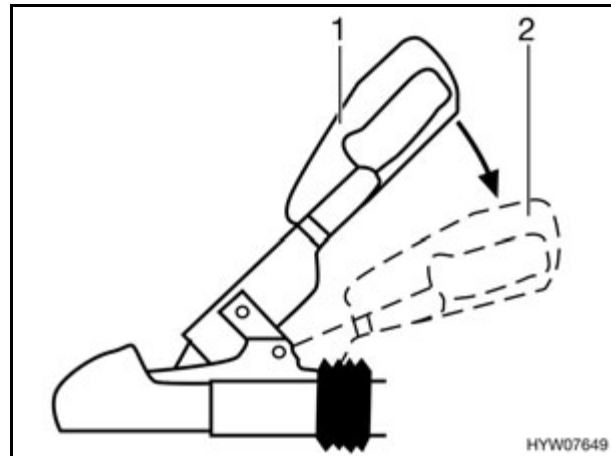

Fig. 153 Tirador de estabilización
- Activar el dispositivo de estabilización. Tirar de la palanca de acoplamiento hacia abajo desde la posición cerrado (Fig. 153,1) hasta el tope (Fig. 153,2).